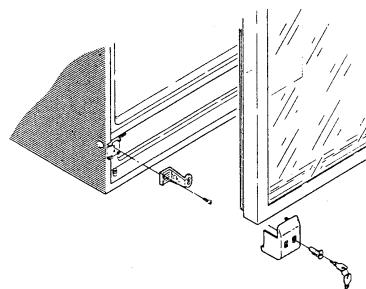

Fig. 5
6. Monter la porte (voir fig. 5). Monter la charnière supérieure comme le montre l'illustration et le faire pivoter de 180, contre le sens des aiguilles d'une montre et serrer.